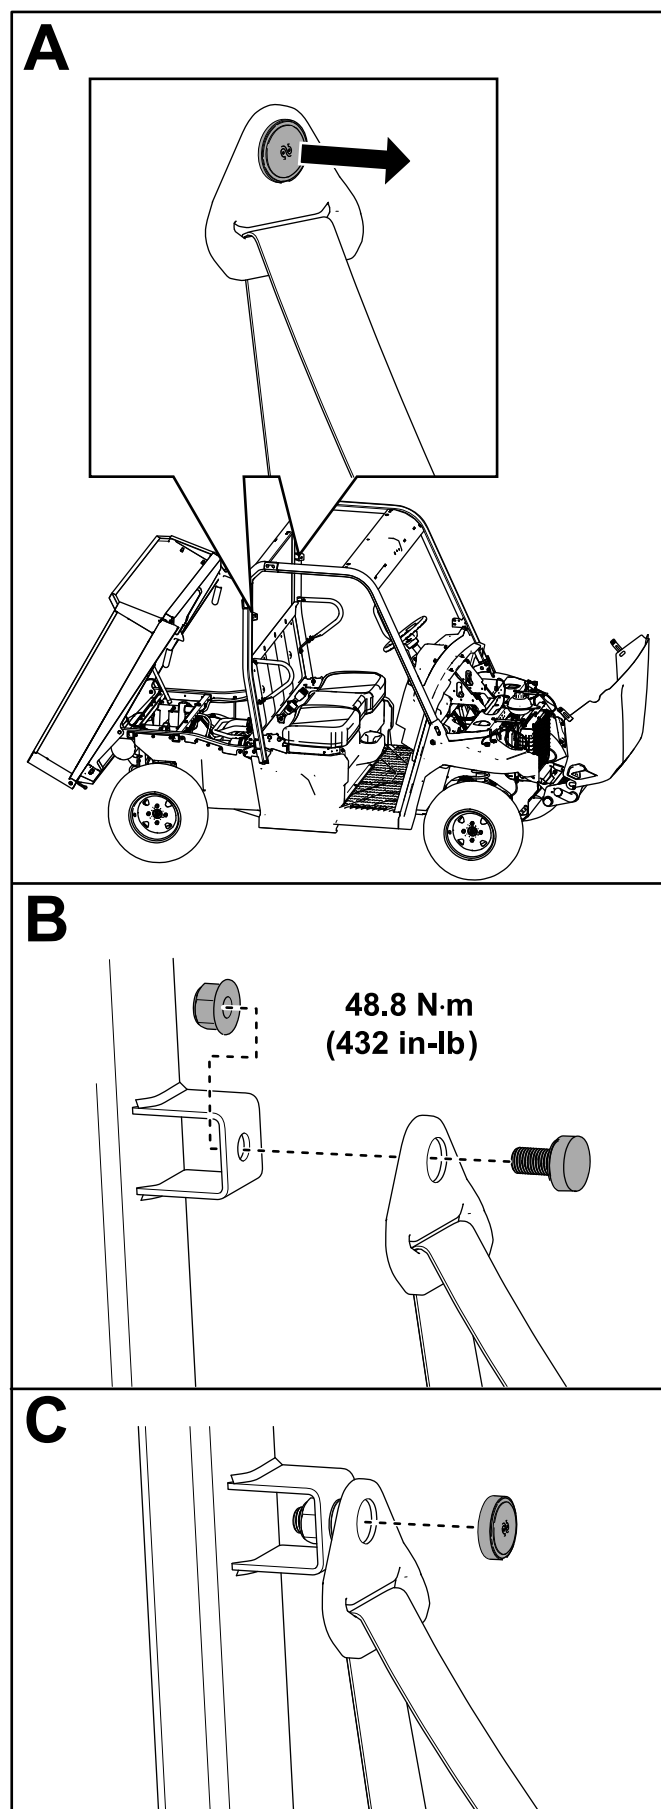

Figure 22
- A. Retirez le cache de la partie supérieure de la ceinture de sécurité (Figure 22).
- B. Insérez la ceinture de sécurité dans son support sur l'arceau de sécurité et fixez-la en place avec un contre-écrou (7/16"), comme montré à la Figure 22.
Serrez le contre-écrou (7/16") à 48,8 N·m, comme montré à la Figure 22.
- C. Remettez le bouchon en place (Figure 22).